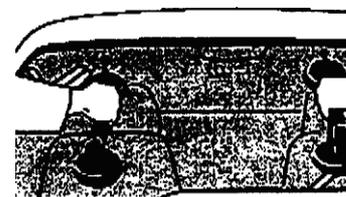

Рис. 9
8. Привинтив подготовленный наконечник вставьте картуш в пистолет, предназначенный для работы с полиуретанами. Держа пистолет перпендикулярно стеклу, не отступая от кромки, нанесите клей на подготовленную поверхность ровным без разрывов треугольным валиком. По периметру стекла установите резиновые вставки толщиной 5 мм. Так же положите резиновые вставки толщиной 5 мм на нижнюю часть проёма кузова (рис. 9).